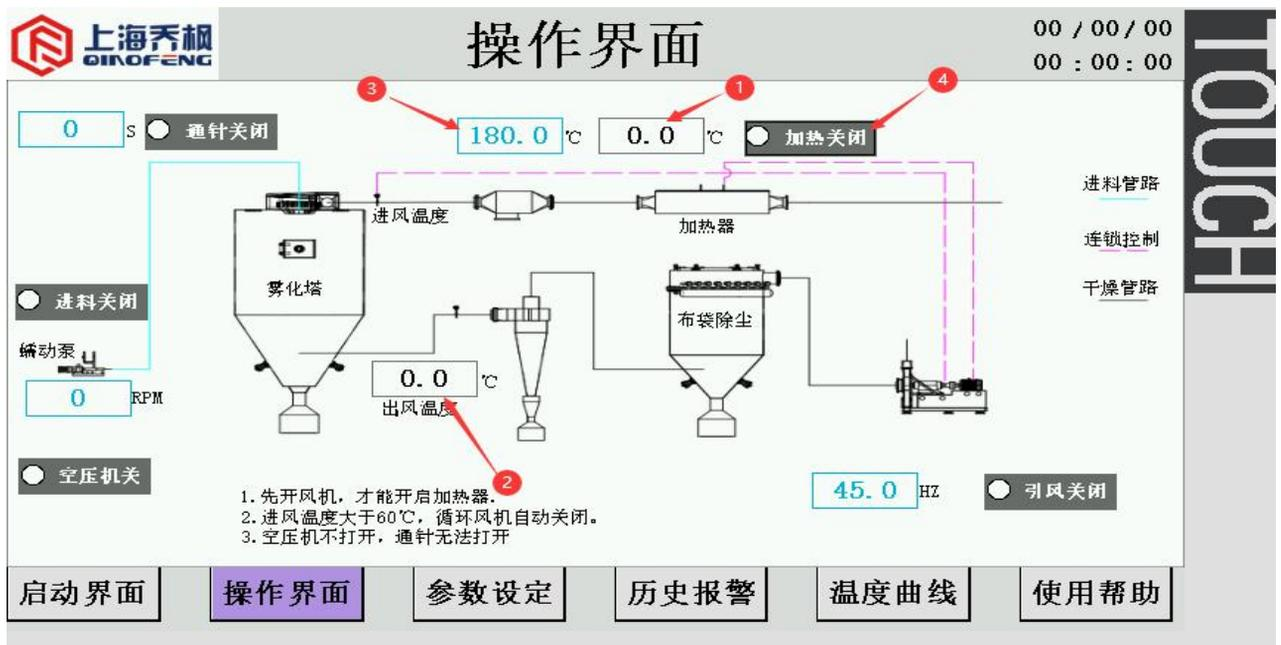

图 7
(5) 点击“加热器开关”4，停止电加热。显示状态如图 7 所示。